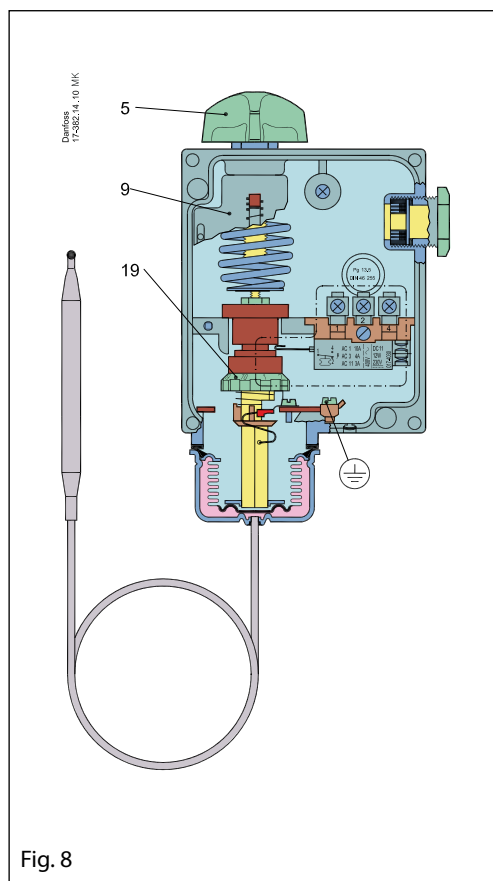

Fig. 8
2. Indstil termostat på 70°C med håndknappen 5 (fig. 8).